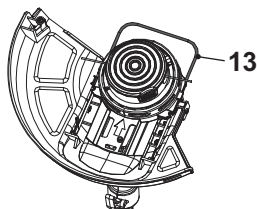

Fig. 13, posición de almacenamiento
- Empuje el protector de plantas (13) hacia adentro para su transporte y almacenamiento (Fig. 13).